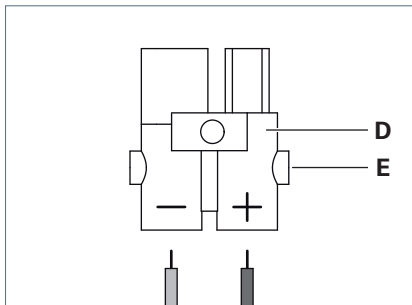

Fig. 4: Configurazione degli attacchi.
- Allentare le due viti **E** dal connettore **D**, vedi Fig. 4.